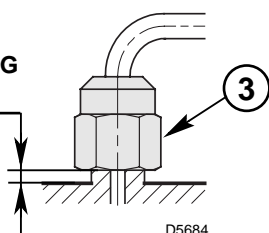

Abb. 13
- Bei der Wiedermontage des Düsenstockes die Mutter (3) anschrauben wie in Abb. 13 dargestellt.
- Um eine hermetische Dichtheit der Stauscheibe in ihrem Sitz zu gewährleisten, überprüfen dass mindestens 1 mm Federung zwischen Düsenstock und Gehäuse existiert. Demzufolge muss der Sperrbolzen (Splint) (11) mindestens 1 mm von der Flansch des Düsenstockes vorstrecken.